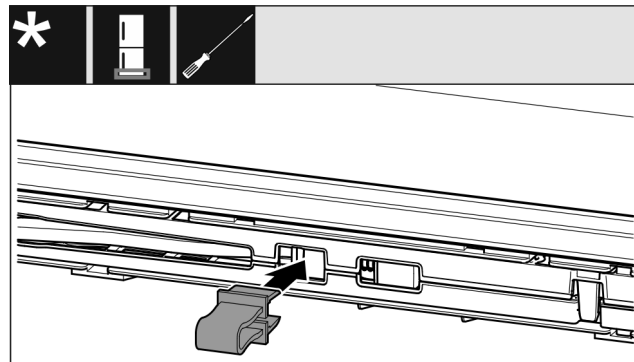

Fig. 18
- ▶ Pojistku nechte zapadnout do otvoru. (viz Fig. 18)